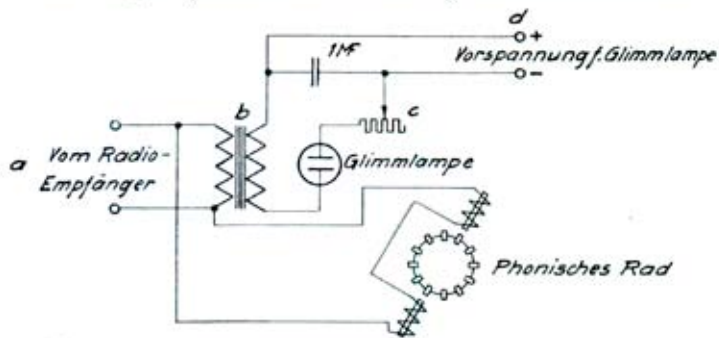

Abbildung 6
Die Schaltung ist in Abb. 6 wiedergegeben. Wie man sieht, gelangen die Wechselströme des Rundfunkempfängers bei den Anschlüssen (a) in den Transformator (b). Ausserdem bekommt die Glimmlampe im Sekundärkreis noch eine Vorspannung von etwa 200 Volt durch Netzanschluss oder Batterie, anzuschliessen bei d. Mit dem Widerstand (c) kann man die Vorspannung ändern und damit die Helligkeit des Bildes bestimmen. Zu grösserer Helligkeit gehört grössere Steuerung, die nicht mit jedem Rundfunkempfänger beliebig einstellbar ist.
**Telehor-Synchronisierungsschaltung I:** Die Anschaltung der Endpole des phonischen Rades erfolgt als Nebenschluss an die Primärwicklung des Glimmlampentransformators (b). Die Energie, welche hier das Synchronisieren bewirkt, ist äusserst gering; sie bedarf deshalb einer geschickten Einstellung des Hilfsmotors, um das Bild im Bildfenster zu halten. Die Frequenz für das phonische Rad wird lediglich durch den Bildstrom aus dem Empfänger geliefert. Natürlich ist die Schaltung, welche in Abb. 6 wiedergegeben ist, die einfachste und billigste, weil man dazu keiner Hilfsmittel und Neuanschaffungen bedarf. In Abb. 6 ist die gesamte Anlage des elektrischen Teiles für die Glimmlampe und für das phonische Rad wiedergegeben.